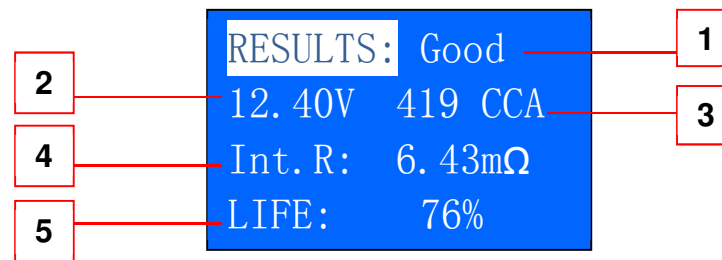

Abbildung 24
8. In weniger als 5 Sekunden werden Ihnen die Prüfergebnisse auf dem LCD Display angezeigt. (Abb. 24)